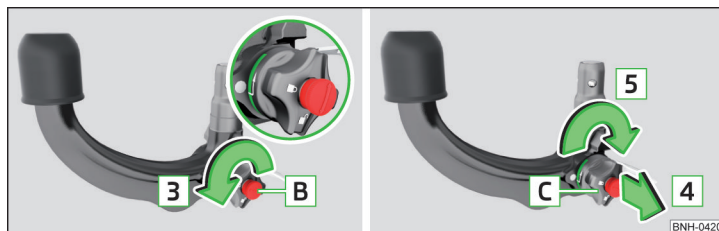

Abb. 105 Bereitschaftsstellung einstellen
- Den Schlüssel [B] bis zum Anschlag in Pfeilrichtung [3] drehen, sodass der Pfeil am Schlüssel zum Symbol ⚠ » Abb. 105 zeigt.